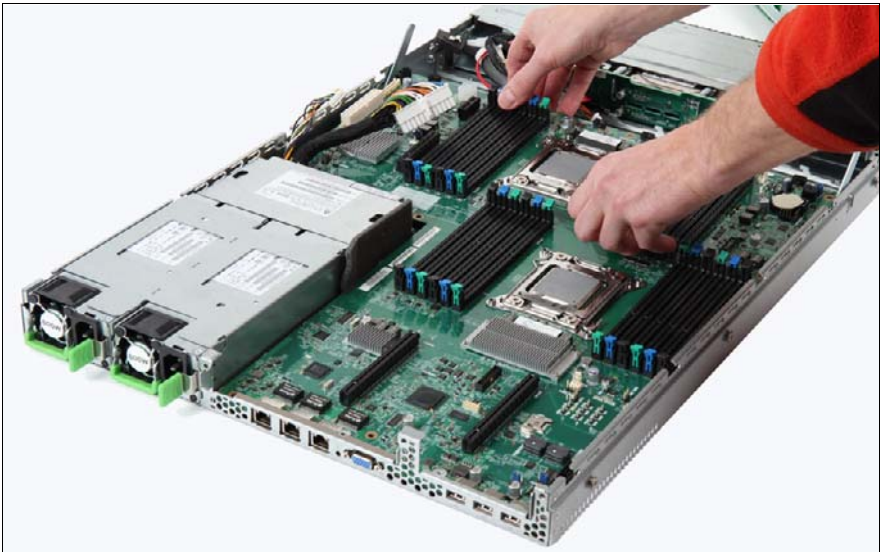

図 241: システムボードの取り外し
- ▶ システムボードをわずかに傾けて持ちながら挿入します。コネクタをコネクタパネルにスライドさせます（315 ページ の図 241 を参照）。